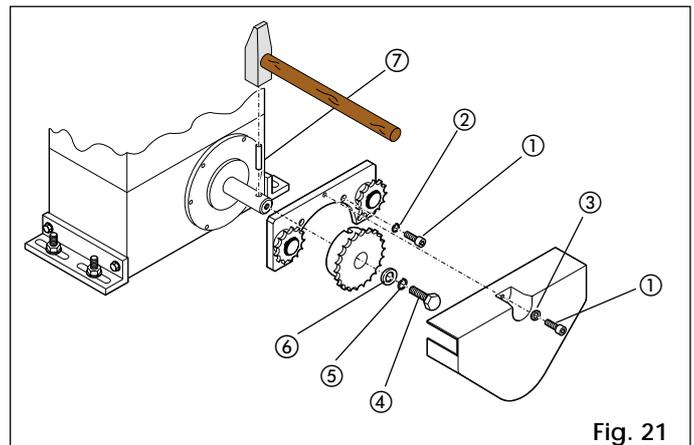
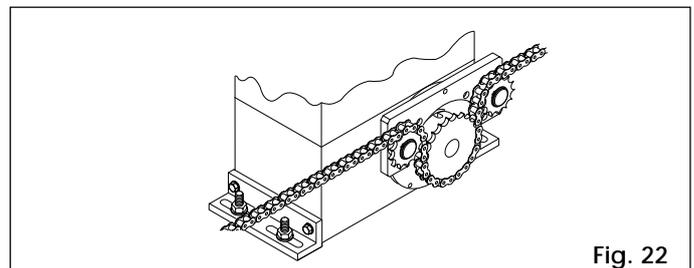

Fig. 21
Fig. 22
**4.5.2. MOD. 746 EMC RF (Fig. 21 y 22)**
- Insertar el pasador elástico (7) en el eje con ayuda de un martillo.
- Aplicar el piñón de cadena en el eje, haciendo coincidir los alojamientos del piñón con el pasador elástico, y apretar el tornillo (4) con las arandelas (5) y (6).
- Aplicar en la brida del motorreductor el soporte de los engranajes libres. Para ello, quitar los cuatro tornillos superiores y sustituirlos por los tornillos de cabeza hexagonal (1) (5 x12) y las arandelas (2) del kit, como ilustra la Fig. 21.
- Pasar la cadena (Fig. 22) y montar el cárter con los tornillos (1) y las arandelas (3) de la Fig. 21.